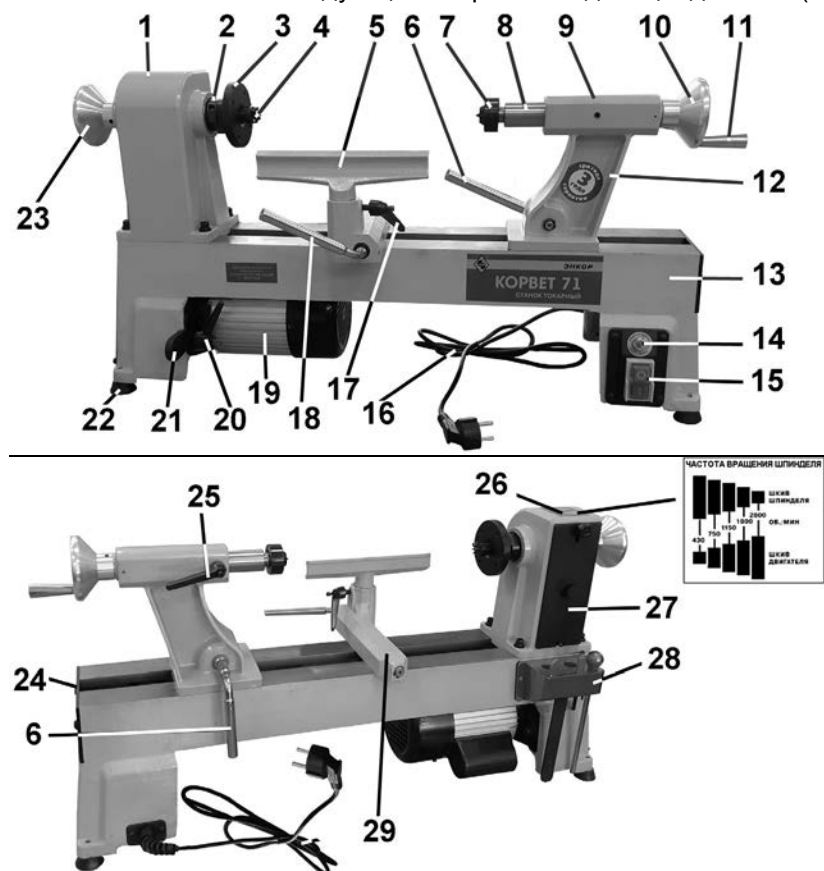

Рис. 2
7.1. Станок состоит из следующих сборочных единиц и деталей (Рис. 2):